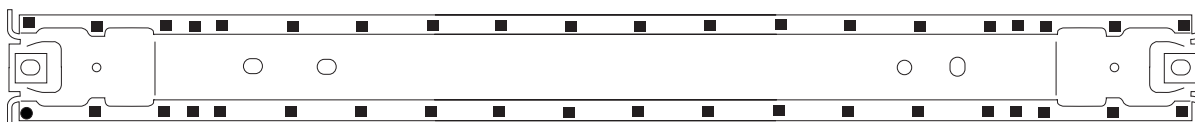

FIGURE 2
- Les carrés noirs représentent l'emplacement de quarante (40) rivets aveugles W702512-S900C sur la tôle de plancher. (Voir figure 2)
REMARQUE : Les emplacements des rivets et de l'adhésif illustrés ci-dessous sont basés sur les dessins de production originaux et ne doivent être utilisés qu'à titre de guide. (Voir figure 2)